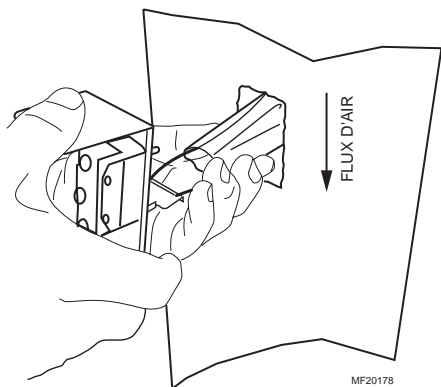

Fig. 13. Introduction de l'interrupteur à ailette suivant la direction du flux d'air.
5. Presser ensemble les côtés du fil métallique. Introduire l'ailette dans la gaine. (En position Off, l'ailette doit pointer dans la direction du flux d'air comme à la Fig. 13.